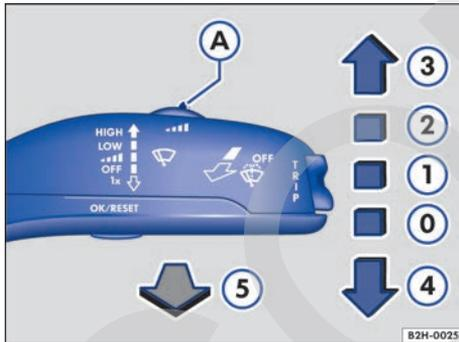

Fig. 83 Manejo del limpiaparabrisas.
Se conecta el barrido intermitente del parabrisas. Con el mando → fig. 83 (A) se puede ajustar la duración de los intervalos del barrido (vehículos sin sensor de lluvia y de luz) o la sensibilidad del sensor de lluvia y de luz (vehículos con sensor de lluvia y de luz).
- Presione la palanca del limpiaparabrisas brevemente hacia abajo → fig. 83  en los 10 segundos siguientes a la desconexión del encendido.